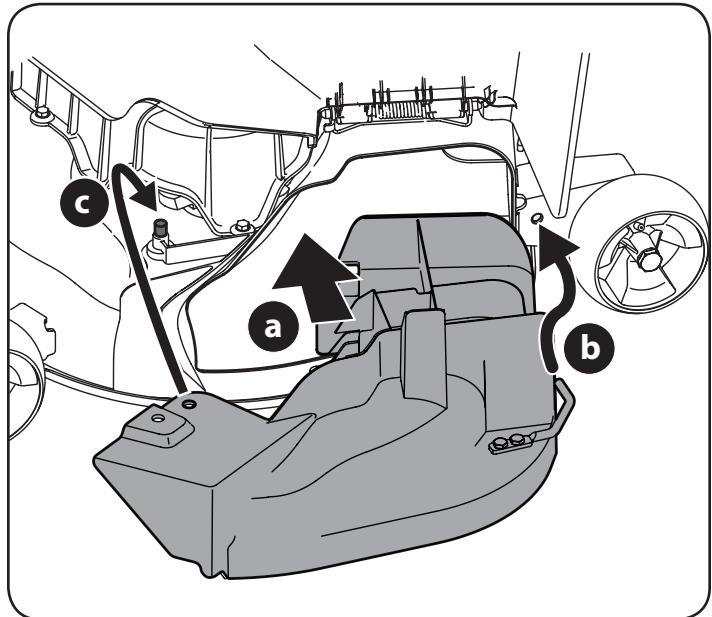

Figure 5
- Pour installer le couvercle de déchiqueteuse, faites pivoter la goulotte d'évacuation vers le haut et consultez la Figure 5 :